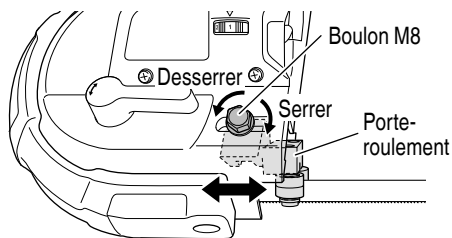

Fig. 12
3. Réglage de la position des porte-roulements (Fig. 12)